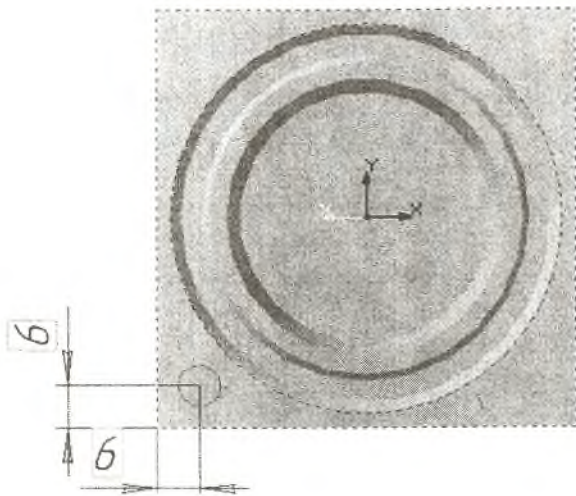

Рис. 22. Эскиз 5 с размерами, определяющими положение окружности
4) Нажмите кнопку "Ввод окружности" -  на Панели инструментов. Укажите значение радиуса 3 и расположите окружность так, как это показано на рис. 22. Нажмите кнопку "Стоп" на Панели инструментов.
5) Перейдите на лист Размеры и технологические обозначения на Панели инструментов и поставьте "Линейные размеры" от угла штампа до центра окружности со значением 6 так, как это показано на рис. 22.